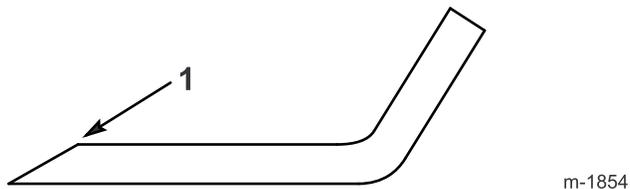

Figure 42
- Au moyen d'une lime, aiguissez les tranchants aux deux extrémités de chaque lame (Figure 42).